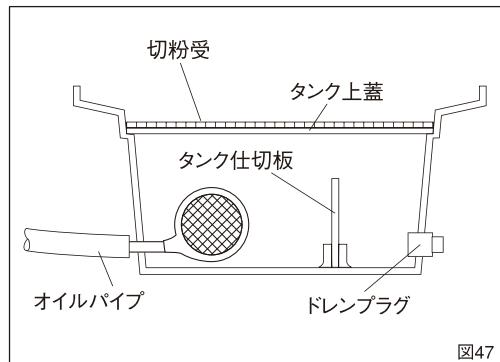

図47
3.オイルタンクの清掃(図47)
細かい切粉がタンク内にたまりますので月に1回程度タンク内をきれいに掃除してください(図47)。タンク内には、1.5ℓの切削油が入るようになっています。REX純正の切削油を使用してください。